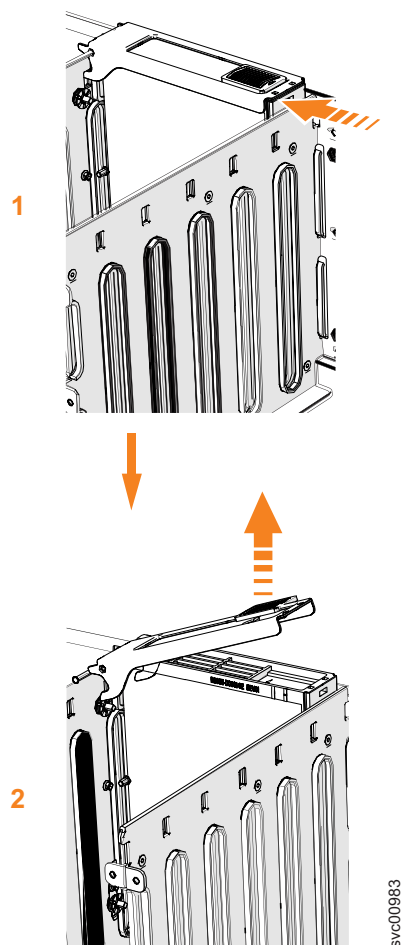

Figura 112. Extracción del conjunto de unidad
5. Deslice el pestillo de liberación hacia adelante (**1**), como se muestra en la Figura 112 en la página 128.
6. Levante el tirador (**2**) para desbloquear la portadora de unidad de la partición, como se muestra en la Figura 112. Asegúrese de que la punta en la parte inferior del pestillo está totalmente desconectada.